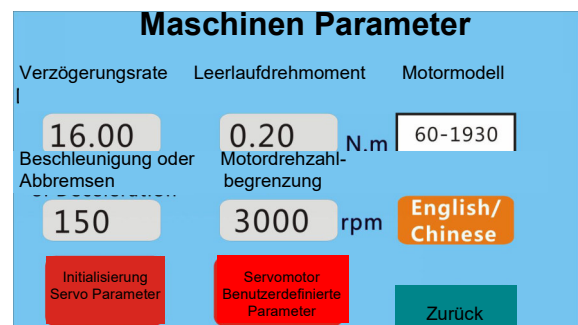

Abb. 12: Übersicht Menü
Schritt 2: Wählen Sie „Maschinenparameter“ (Abb.12) in der Menüleiste aus.